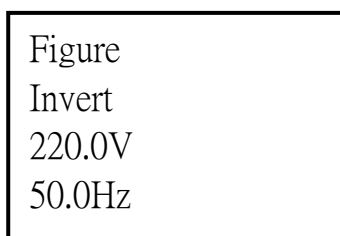

Рис. 7 Данные по инвертору
4. Для ввода идентификатора нажать ENT (см. Рис. 6); с помощью кнопки «вперед» или «назад» цифрами задать идентификатор, например, 1, 2, 3 и т. д. Для сохранения идентификатора нажать кнопку ENT (см. Рис. 7). Задание количества запараллеленных модулей осуществляется аналогично.